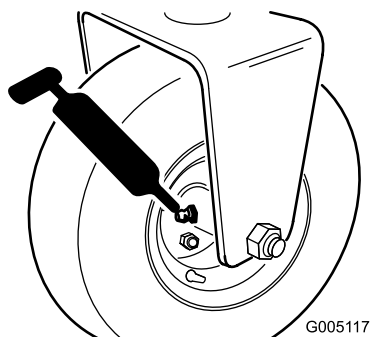

図 29
- 後ローラハブアセンブリ3輪駆動キットを搭載している場合には、後ホイールのローラクラッチと外部ボールベアリング 箇所 図 29